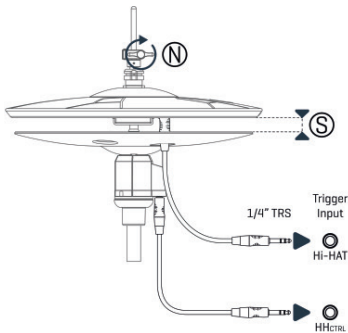

Figura 5
- 1 Suba o prato superior de maneira gradual até que o suporte móvel do controlador do Hi-Hat (O) deixe de seguir o movimento.
- 2 Nesta posição, ajuste o parafuso de orelhas do clutch (N) como é mostrado na *Figura 5*.